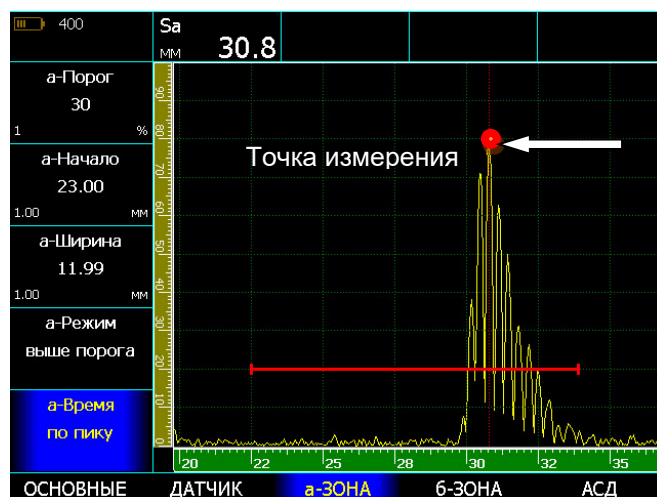

Рис.3-4 Измерение времени прихода сигнала 'по пику'
- время, соответствующее максимальному пику сигнала в зоне контроля (режим – «по пику», рис.3.4)